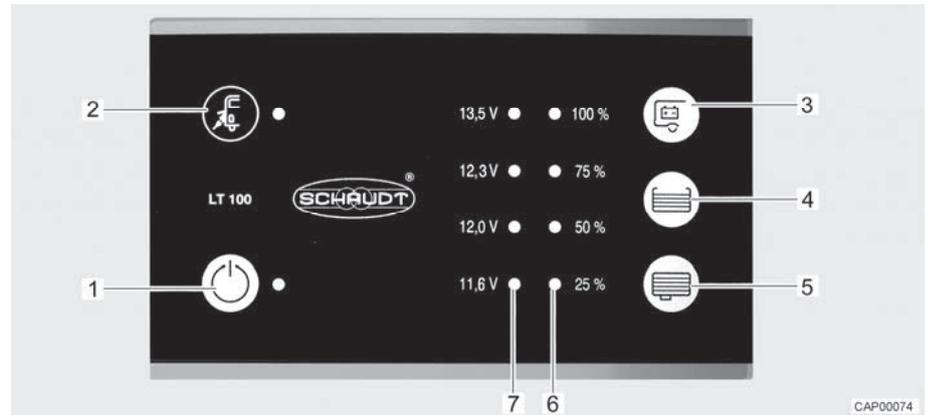

Fig. 81 Pannello di controllo (LT 100)
Il LED giallo accanto al simbolo del collegamento a rete "⚡" (Fig. 81,2) si accende, quando il veicolo è collegato a un'alimentazione di rete esterna. Il LED si accende anche se il pannello di controllo è spento.
L'interruttore principale a 12 V (Fig. 81,1) inserisce o disinserisce il pannello di controllo e l'alimentazione a 12 V dell'abitacolo.
Accensione: ■ Premere l'interruttore "⏻" (Fig. 81,1): L'alimentazione a 12 V dell'abitacolo è inserita. Il LED diventa verde.
Spegnimento: ■ Premere di nuovo l'interruttore "⏻" (Fig. 81,1): L'alimentazione a 12 V dell'abitacolo è disinserita. Il LED si spegne.
La scala LED (Fig. 81,7) indica la tensione della batteria dell'abitacolo nel modo seguente:
- Premere il tasto "🔋" (Fig. 81,3): Viene indicata la tensione della batteria dell'abitacolo.
La scala LED (Fig. 81,6) indica il livello del serbatoio dell'acqua potabile o del serbatoio delle acque grigie.
Premere il tasto "☰" (Fig. 81,4): Il livello di riempimento del serbatoio dell'acqua potabile è indicato dai LED accesi.
Premere il tasto "☷" (Fig. 81,5): Il livello di riempimento del serbatoio delle acque grigie è indicato dai LED accesi.